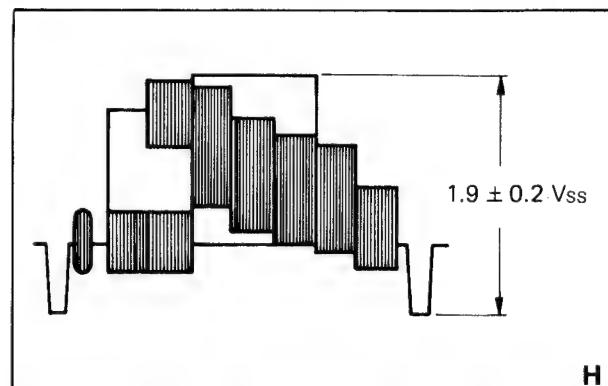

Bild 3-27
2. Tastkopf an TP 6, mit R 36 $1,9 \text{ V}_{ss}$ einstellen (Bild 3-27).